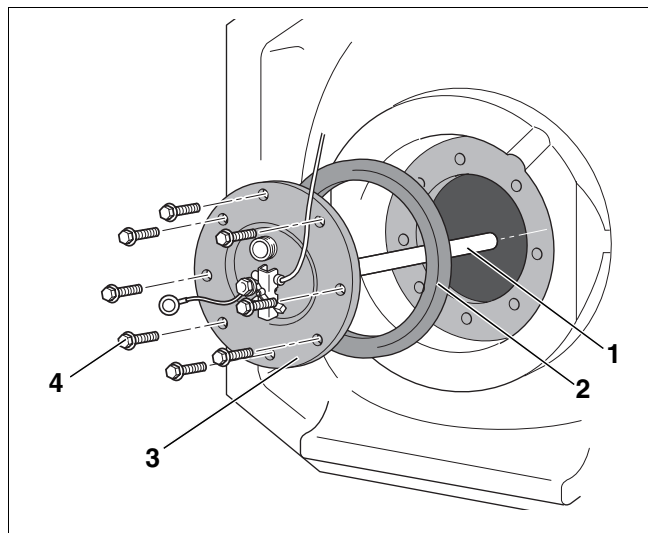

Рис. 15 Демонтаж крышки смотрового люка
- Вывернуть болты (рис. 15, **поз. 4**) из крышки смотрового люка (рис. 15, **поз. 3**).
- Снять с бака крышку смотрового люка вместе с магниевым анодом (рис. 15, **поз. 1**) и уплотнением крышки люка (рис. 15, **поз. 2**).